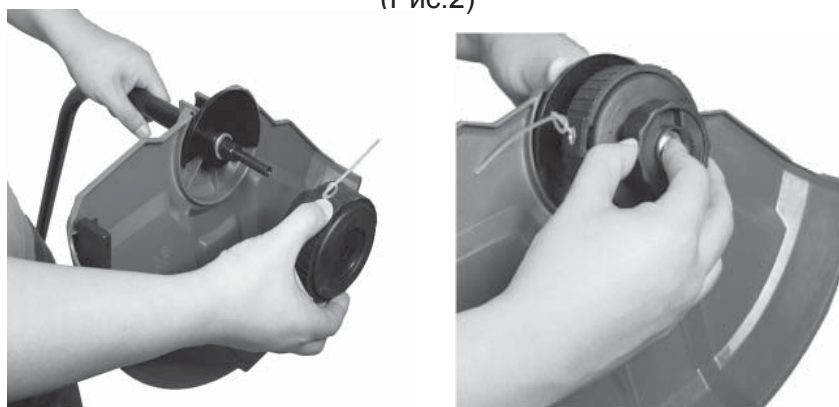

Рис.3
Установите и закрепите гайкой косильную головку (рис.3)
8. Установите катушку на штангу (Рис.3)